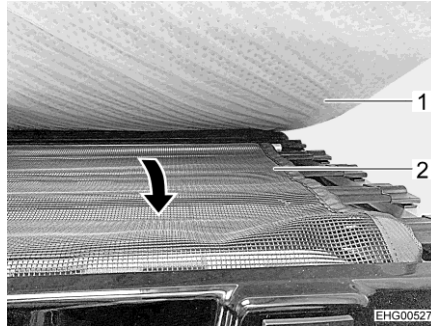

Bild 57 Sicherungsnetz
- Sicherungsnetz (Bild 57,2) unter der Matratze (Bild 57,1) herausziehen und über die Einstiegsöffnung spannen.